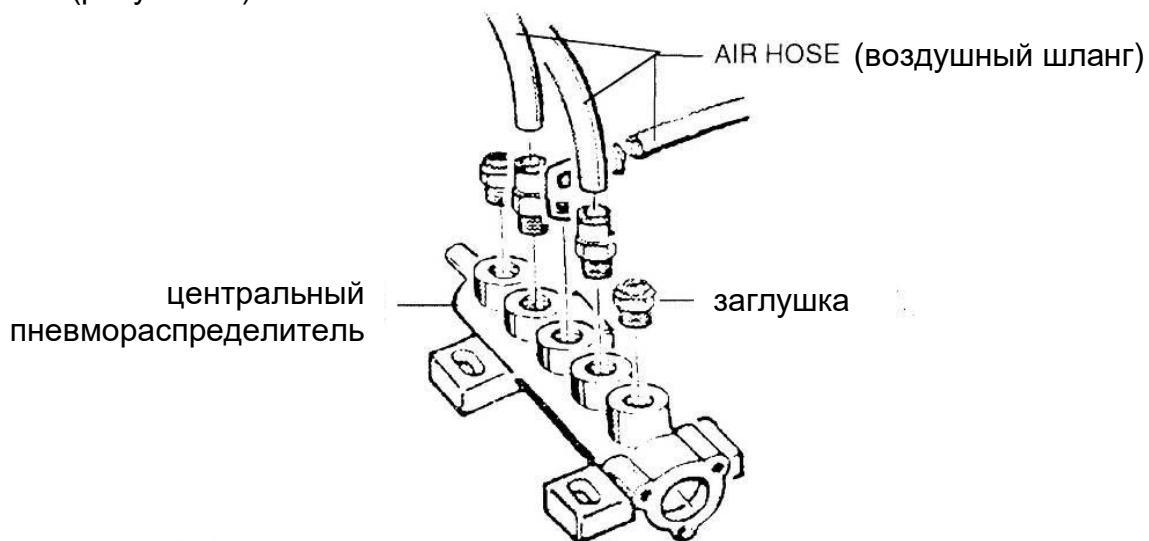

Рисунок 11
7.10 Для чистки или замены отжимного клапана выполните шаги 8, 9, 10, указанные выше (рисунок 11).